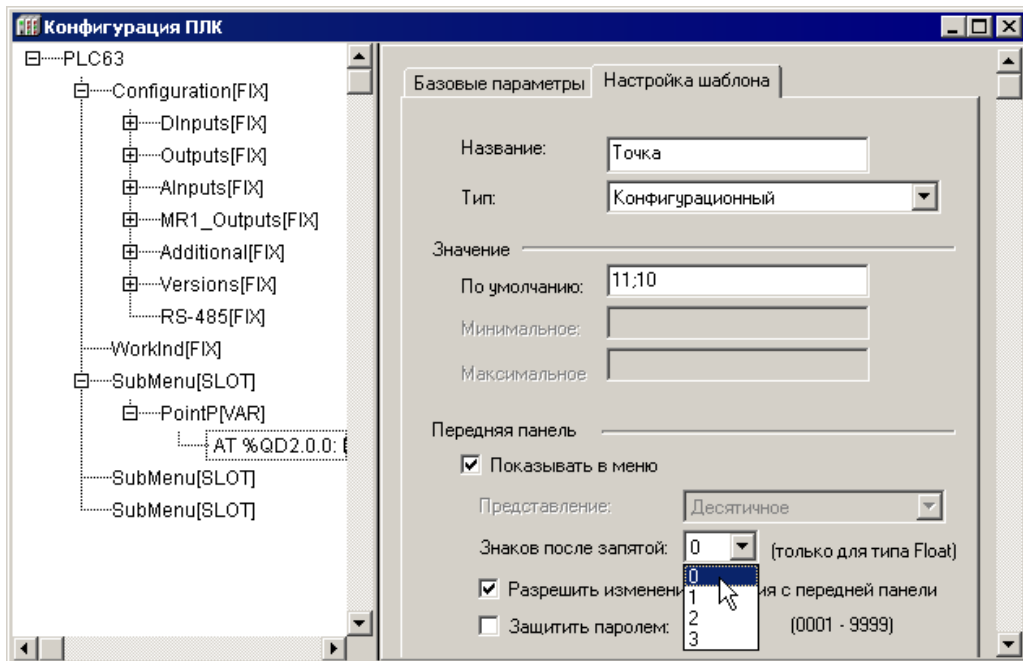

Рисунок 7.25 – Формат значения параметра «PointP»
- «PointP» – подэлемент задает точку графика – соотношение значений переменных (X и Y). Добавив требуемое количество подэлементов, можно определить зависимость (график) $Y=f(X)$. Значение вводится в поле «Значение / По умолчанию» в формате: «Координата X; Координата Y». Диапазон задания координат X и Y от минус 3276.7 до 3276.7. Модуль имеет канал типа DWord имеющий формат: 4-х байтовое поле, в котором первые 2 байта – это значение координаты Y, вторые два байта – координаты X, значения которых умножено на 10 в степени, заданной параметром «Знаков после запятой» (см. рисунок 7.25).